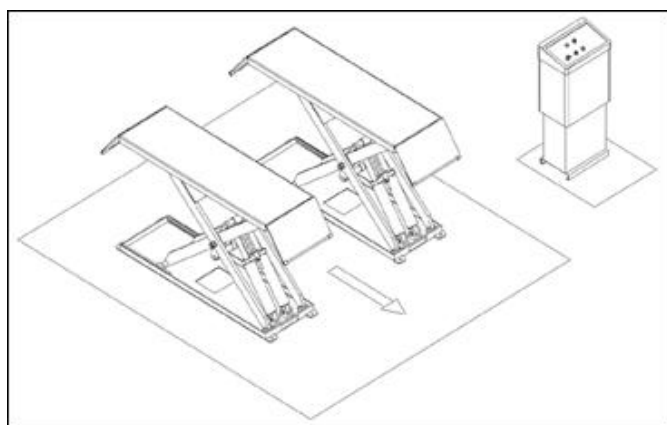

Figure 7
- Ne montez jamais dans un véhicule pendant qu'il est levé (figure 7).